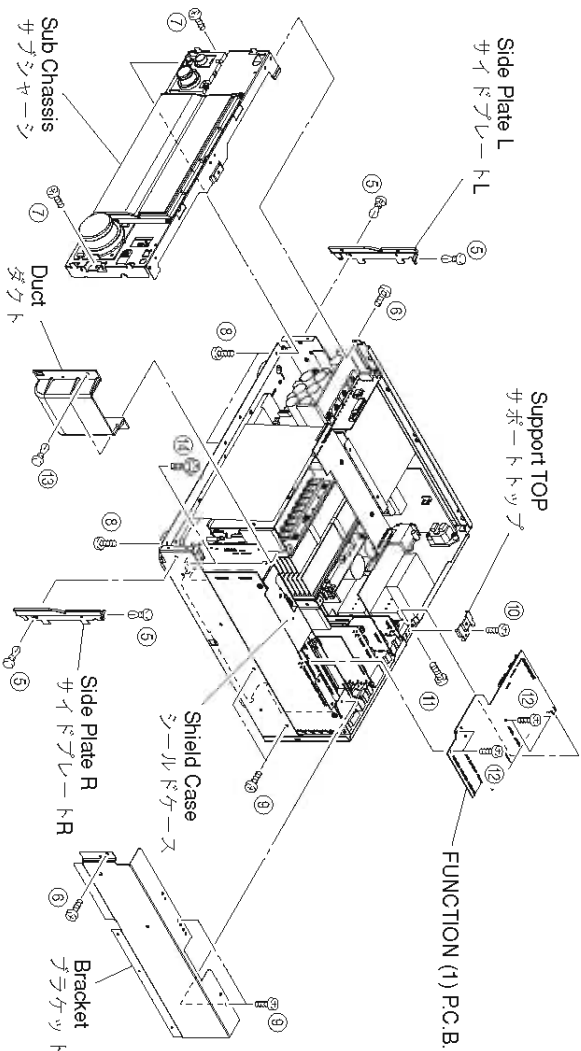

Fig. 2
- a. Remove 4 push rivets (⑤) and then remove the Side Plates L/R. (Fig. 2)
- b. Remove 2 screws (⑥), 2 screws (⑦) and 3 screws (⑧). (Fig. 2)
- d. Remove the Sub Chassis forward. (Fig. 2)
- a. ⑤のプッシュリベット4本を外し、サイドプレートL/Rを取り外します。(Fig. 2)
- b. ⑥のネジ2本、⑦のネジ2本、⑧のネジ3本を外します。(Fig. 2)
- d. サブシャーシを前方に取り外します。(Fig. 2)
4. Removal of FUNCTION (1) P.C.B.
- a. Remove 4 screws (⑨) and then remove the Bracket. (Fig. 2)
- b. Remove 1 screw (⑩) and then remove the Support Top. (Fig. 2)
- e. Remove the FUNCTION (1) P.C.B. which is connected directly to the lower P.C.B. with connectors. (Fig. 2)
- a. ⑨のネジ4本を外し、ブラケットを取り外します。(Fig. 2)
- b. ⑩のネジ1本を外し、サポートトップを外します。(Fig. 2)
- e. FUNCTION(1)P.C.B.を取り外します。(Fig. 2)
- 5. Removal of DSP, FUNCTION (2), INPUT (5), D-VIDEO, A-VIDEO (1), (2) P.C.B.s**
- Remove 2 push rivets (13) and then remove the Duct. (Fig. 2)
- Remove 1 screw (14). (Fig. 2)
- 5. DSP, FUNCTION (2), INPUT (5), D-VIDEO, A-VIDEO (1), (2) P.C.B.の外し方**
- 13のナジユリベツト2本を外し、ダクトを取り外します。(Fig. 2)
- 14のネジ1本を外します。(Fig. 2)